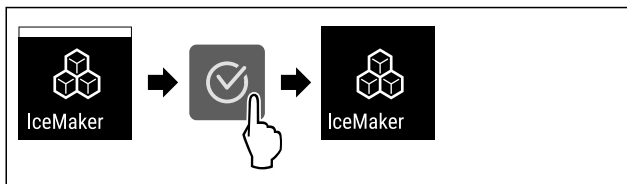

Fig. 18
- ▶ Handlungsschritte (siehe Fig. 18) durchführen.